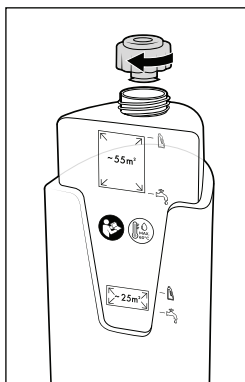

Fig. 10
- ◆ Volte a enroscar a tampa do reservatório de água limpa ❶ (ver fig. 10).